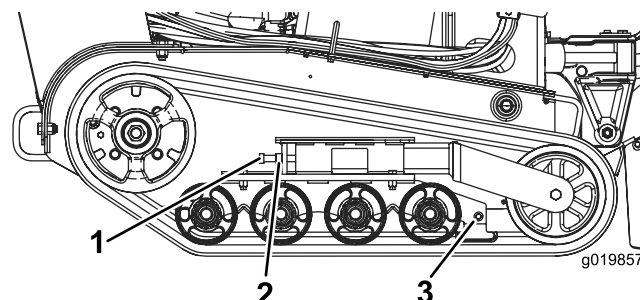

Figura 48
3. Allentate il controdado sul bullone di tensione dei cingoli (Figura 48).
4. Serrate il bullone di tensione a un valore compreso tra 32,5 e 40,7 N m per stringere il cingolo (Figura 48).
4. Allentate il bullone di tensione e il controdado (Figura 48).